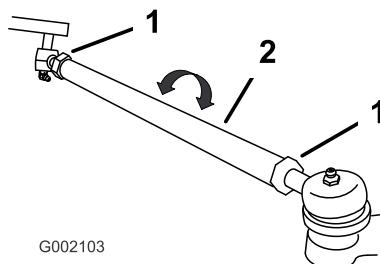

Figura 16
2. Se os resultados da medição não estiverem dentro dos valores estabelecidos (consulte previamente as dimensões e os parâmetros), desaperte as porcas em ambas as extremidades das barras (Figura 16).